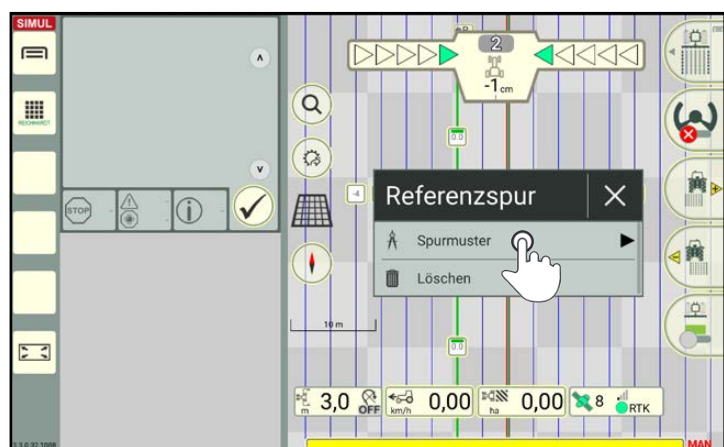

Abb. 169: Kontextmenü für Spurmuster aufrufen
2. Rufen Sie das Kontextmenü für Spurmuster auf (siehe Abb. 169).